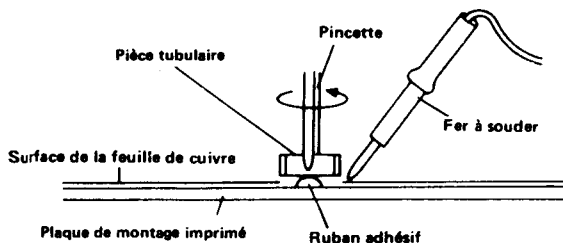

Figure 23-2
2. En prenant la pièce avec une pincette, l'enlever avec précaution à l'aide du fer à souder dont la chaleur est appliquée à chacune de ses bornes. Voir la Figure 23-2.